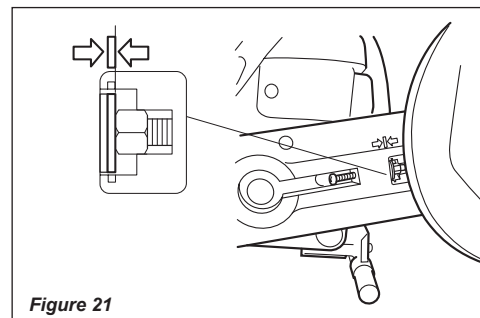

Figure 21
6. Régler la vis de tension jusqu'à ce que l'indicateur de tension se trouve au centre du plateau. Voir figure 21.